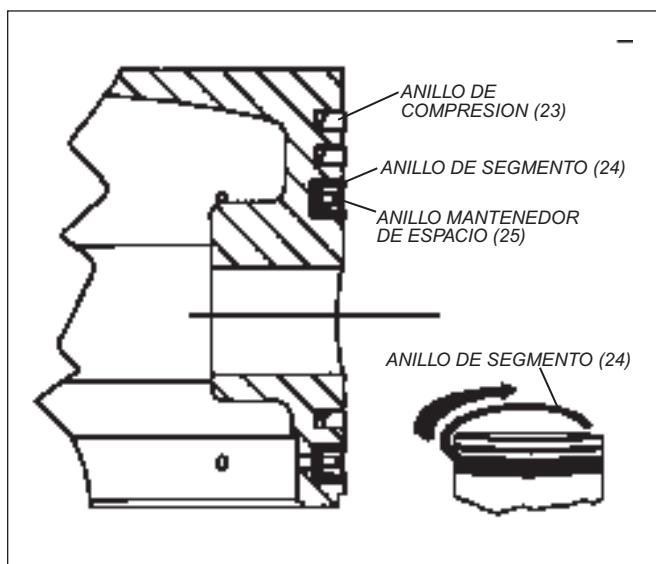

FIG. 14 PISTON Y ANILLOS
escalonado 120 grados tanto del segmento del anillo superior como de los espacios de los extremos del espaciador. Antes de usarse, asegúrese de que los dos extremos pintados del espaciador estén visibles y a tope.(Refiérase a la fig. 14)
2. Instale los anillos de compresión (23) en las ranuras correspondientes con el chaflán o marca "pip" (si la hubiera) hacia la parte superior del pistón. (Refiérase a la fig. 14)